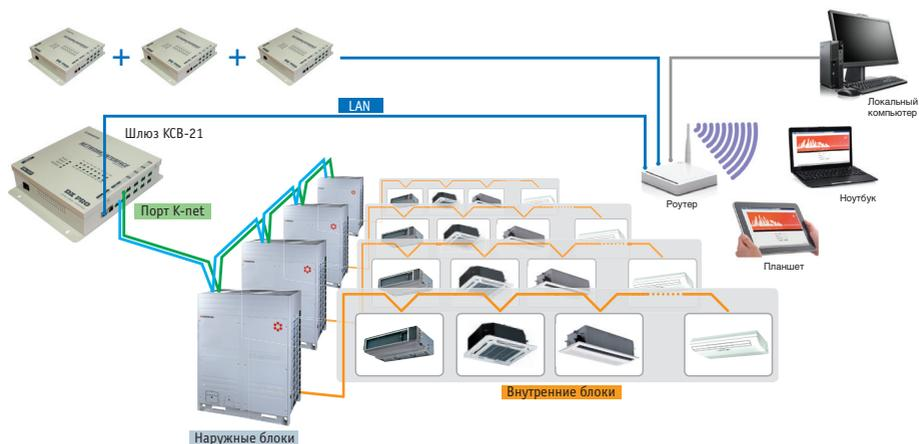

Рис. 4-1
1. Шлюз КСВ-21 можно подключить к локальной сети или сети Интернет с помощью порта LAN. Topология сети КСВ-21 изображена на рис. 4-1.